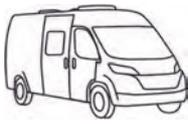

Bild 80 Leitungsschutzschalter und FI-Schalter (230-V-Sicherungskasten)
- Den Leitungsschutzschalter (Bild 80,1) im Sicherungskasten (Bild 80,2) ausschalten.
- Wenn das Fahrzeug an die 230-V-Versorgung angeschlossen ist, die Prüftaste (Bild 80,4) des Fehlerstrom-Schutzschalters (FI-Schalter) (Bild 80,3) im Sicherungskasten (Bild 80,2) drücken. Der Fehlerstrom-Schutzschalter muss auslösen.
- Den Fehlerstrom-Schutzschalter (Bild 80,3) wieder einschalten.